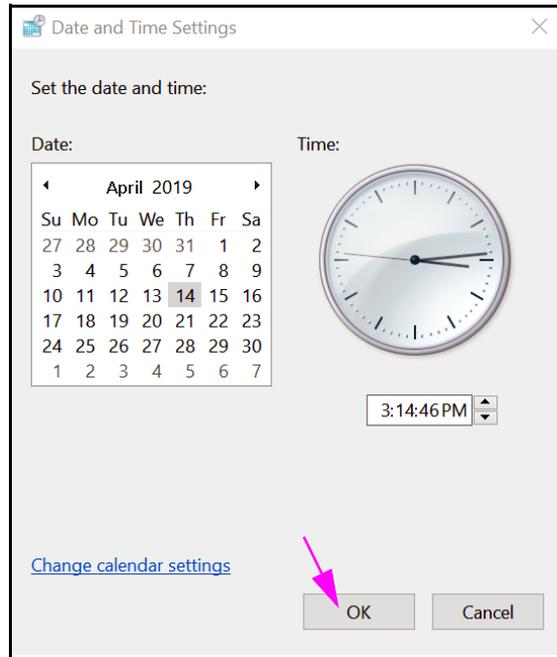

Figure 2-35. Boîte de dialogue Date and Time Settings (Réglage de la date et de l'heure)
2. Cliquez sur le bouton **Change date and time (Changer la date et l'heure)**.... La boîte de dialogue Date and Time Settings (Réglage de la date et de l'heure) s'affiche. Voir Figure 2-35.